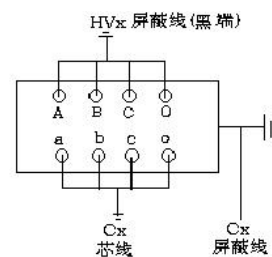

图12 变压器接法
(1) 一次绕组对二次绕组（中性点均未接地）
A. 接线见图 12